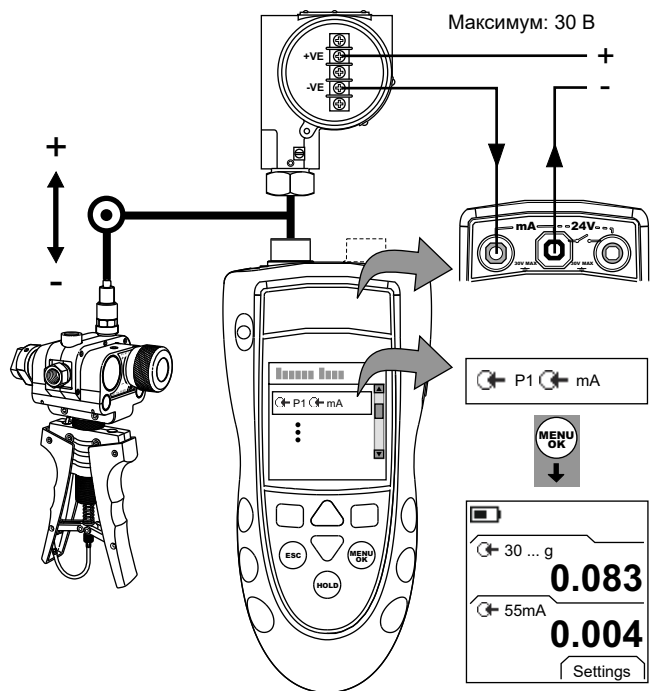

Рисунок 5: Пример конфигурации. Калибровка датчика с внешним контуром питания
1. Подключите прибор (Рисунок 5 или 6) и при необходимости отрегулируйте *Set Up* (Настройка) (Таблица 1).